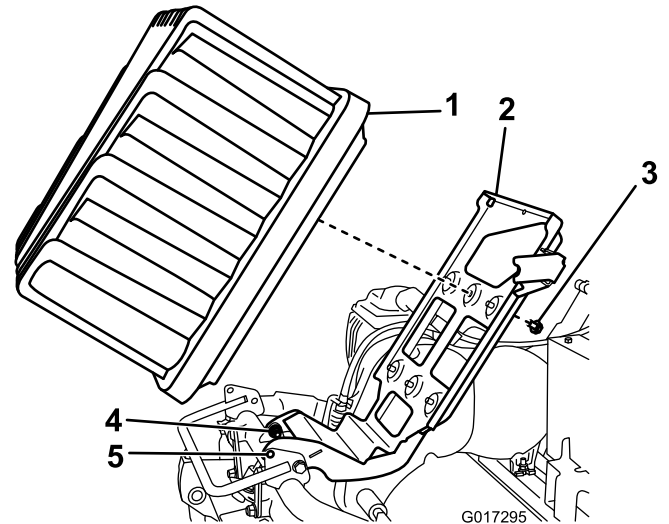

Bild 9
5. Lösen Sie die zwei Drehschrauben bzw. Muttern um eine halbe Umdrehung (Bild 9).
6. Heben Sie die Batterieplattform so weit an, bis die Arretierlöcher im Unterteil und Rahmen ausgefluchtet sind (Bild 9). Schieben Sie einen Schraubenzieher oder eine Stahlstange durch die Löcher, um die Plattform in der angehobenen Stellung zu halten.